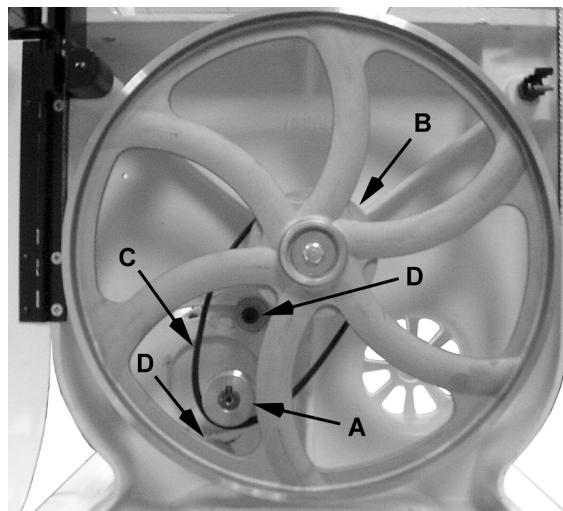

Рис.5
6. Разместите ремень (С, Рис. 5) на валу шкива (В, Рис. 5) и вала двигателя (А, Рис. 5).
8. При помощи торцевого ключа на 6 мм затяните оба винта (D, Рис. 5).